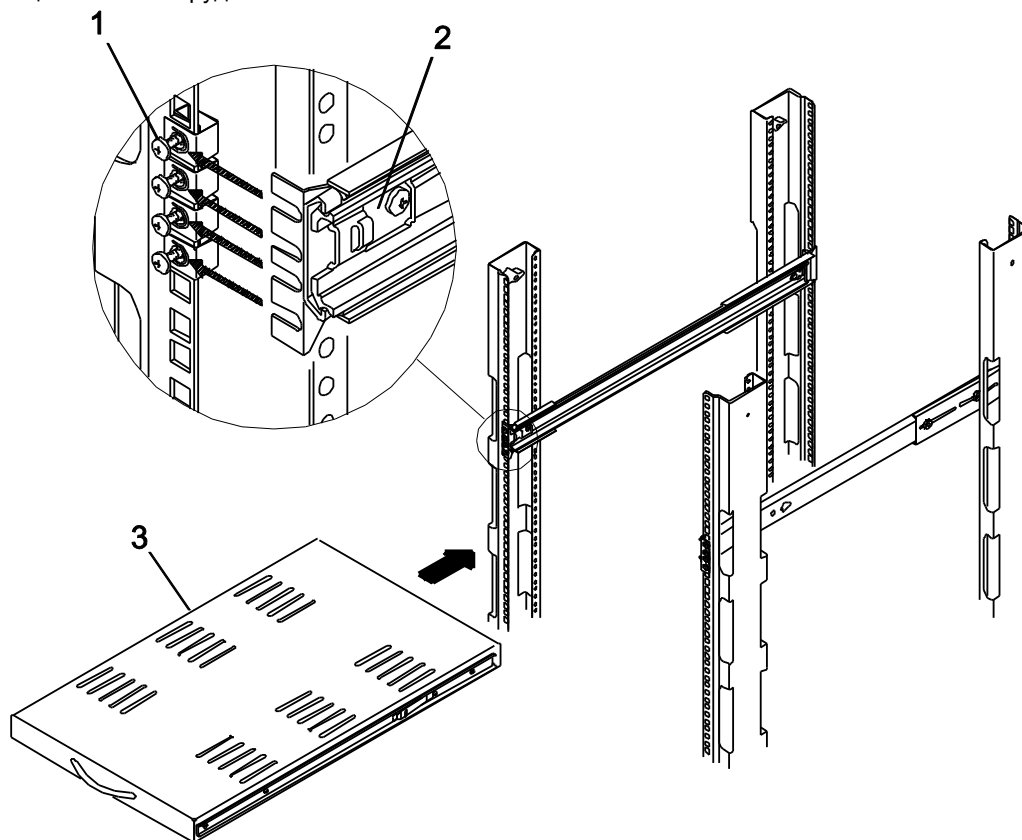

Рис. 6-3
3. Прикрепите к внешним направляющим держатели, с помощью которых они фиксируются на вертикальных монтажных рейках, см. рис. 6-3.